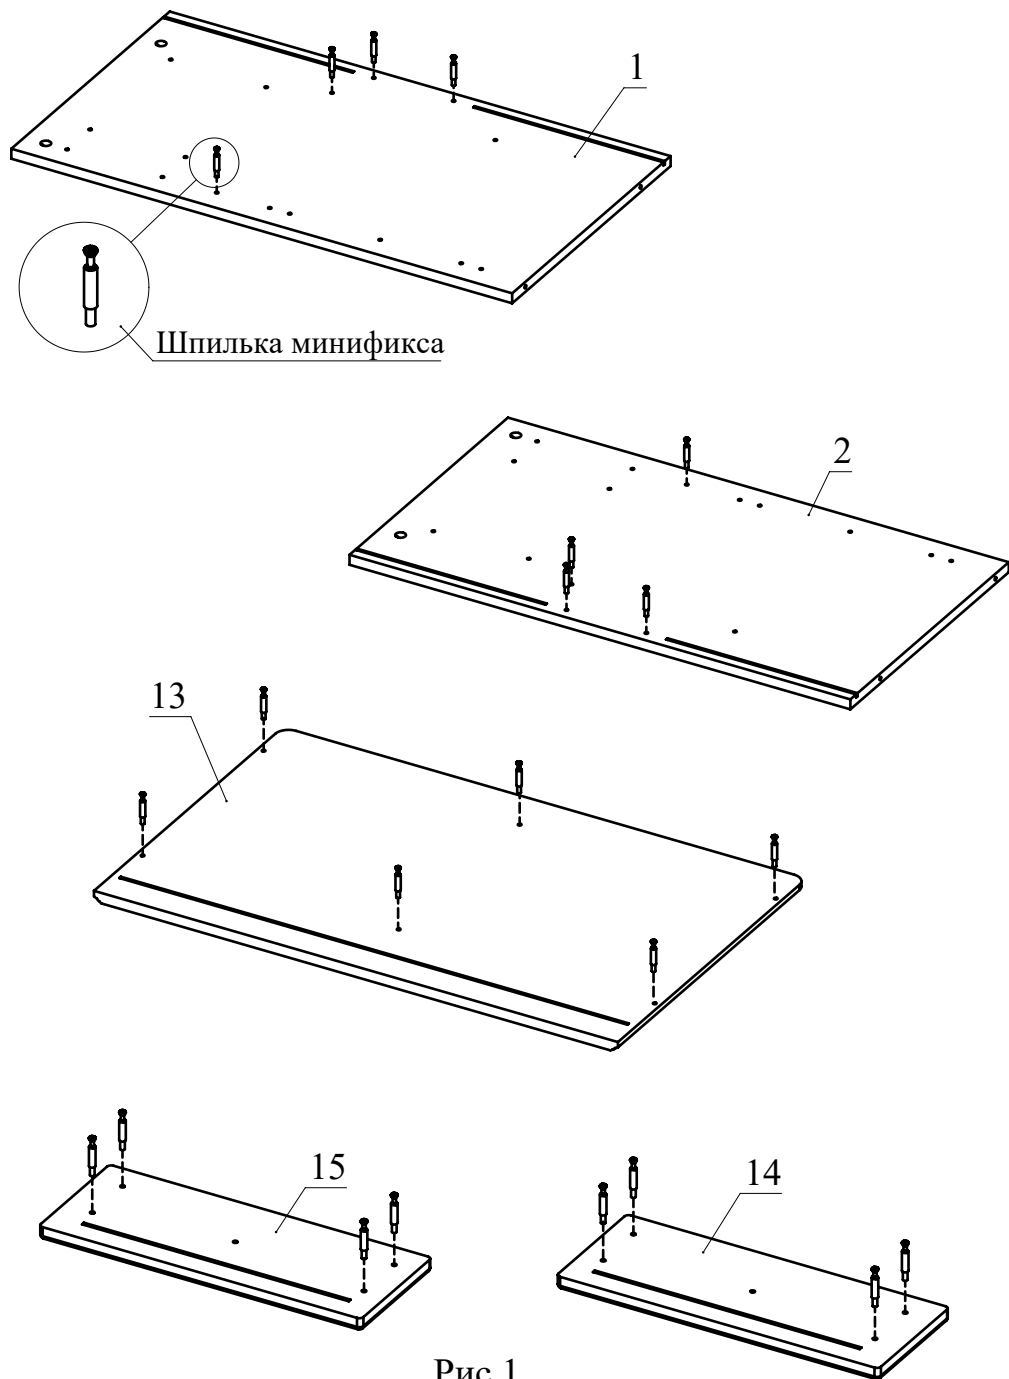

Рис.1
1. С помощью отвёртки вкрутить шпильки минификсов в соответствующие плоскостные отверстия деталей 1, 2, 13, 14, 15 (Рис.1).